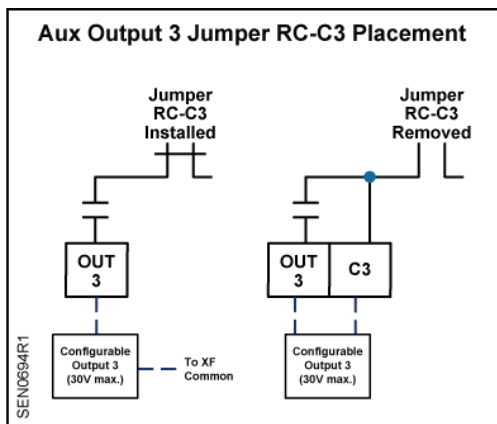

Figure 7. Schéma, sortie aux. 3.
**Option :** La sortie auxiliaire 3 peut être convertit en un contact sec (hors tension) en enlevant le cavalier RC-C3 et en connectant des fils) contact sec à OUT3 et C3. Voir *Schémas de raccordement*, Figure 7.
- Voir la figure 7 pour raccorder le thermostat au milieu de la ligne (deux câbles MS/TP) ou à la fin de la ligne (un câble MS/TP).